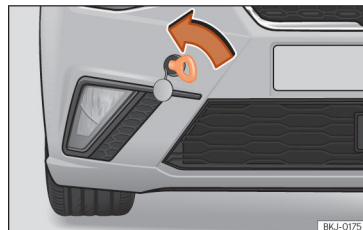

Abb. 46 Stoßfänger vorn rechts: eingeschraubte Abschleppöse.
- Drehen Sie die Abschleppöse **entgegen dem Uhrzeigersinn** in die Aufnahme bis zum Anschlag »» **Abb. 46** »» ⓘ. Verwenden Sie ein »